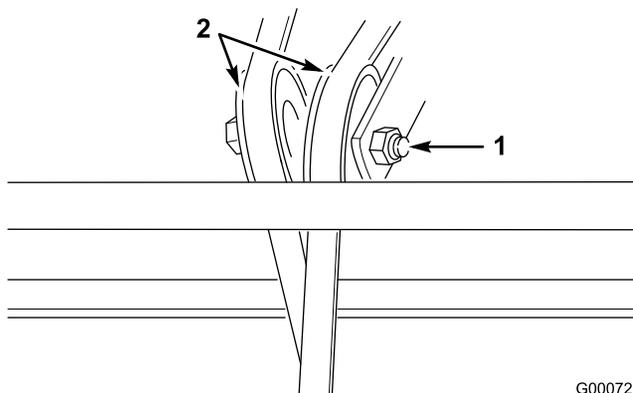

Figure 32
2. Desserrez l'écrou et faites coulisser la poulie jusqu'à ce que la courroie soit correctement tendue (Figure 32).
4. Coupez la courroie usagée et retirez-la (Figure 32).
5. Desserrez les écrous de réglage sur les poulies de tension de la courroie (Figure 32).